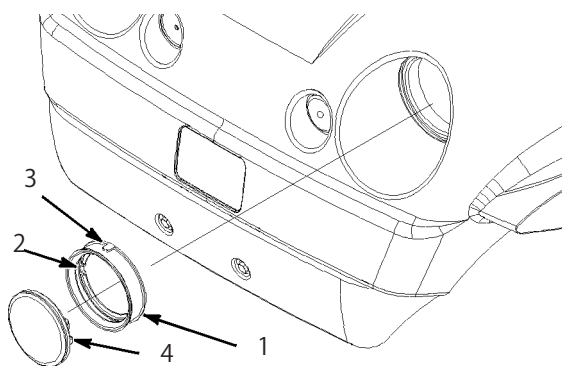

図42
4. ヘッドライト周囲のゴムシールを取り外す (図42)。取り外したライトは破棄する。
5. シール内側のノッチを合わせて新しいヘッドライトにシールを取り付ける (図42)。シールがぴったりと嵌まるようにすること。